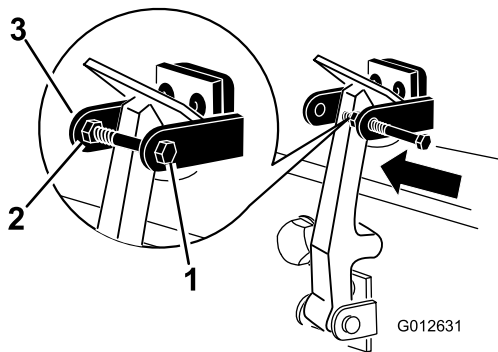

Figura 9
7. Aperte o parafuso no outro braço do suporte do trinco do capot e prenda o trinco na posição (Figura 9). Aperte o parafuso firmemente, mas não aperte a porca.